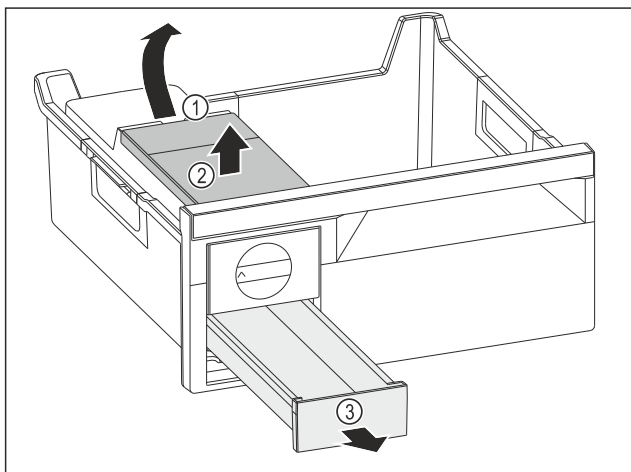

Fig. 120
- Извлеките бак для воды: Поднимите бак для воды за выемку Fig. 120 (1).
- Извлеките бак для воды Fig. 120 (2) движением вверх.
- Извлеките выдвижной ящик для кубиков льда Fig. 120 (3) движением вперед.